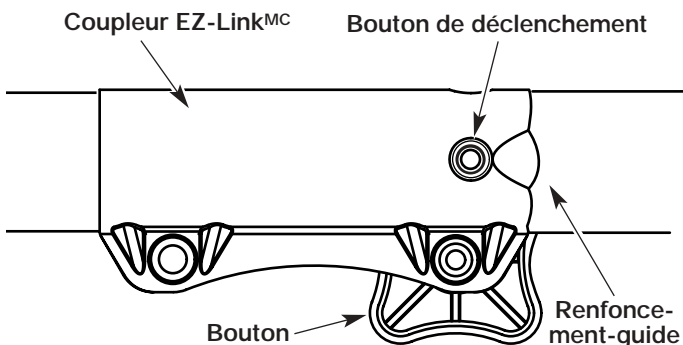

Fig. 23
1. Dévissez le bouton vers la gauche (Fig. 23).
2. Appuyez sur le bouton de déclenchement et maintenez-le enfoncé (Fig. 23).
NOTE : aligner le bouton de déclenchement avec le renforcement-guide facilitera l'installation (Fig. 23).